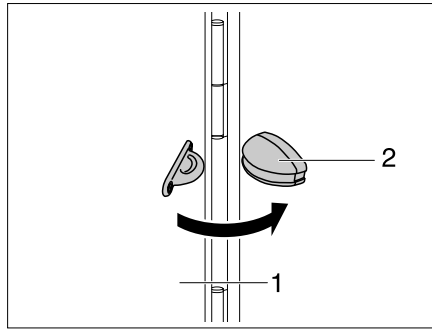

Fig. 58 Dispositif de fixation du portillon extérieur
- Ouvrir le portillon extérieur (Fig. 58,1) et le rabattre contre la paroi du véhicule.
- Presser le portillon extérieur dans le dispositif de fixation (Fig. 58,2).
- Tirer le portillon extérieur (Fig. 58,1) d'une traction puissante hors du dispositif de fixation (Fig. 58,2).